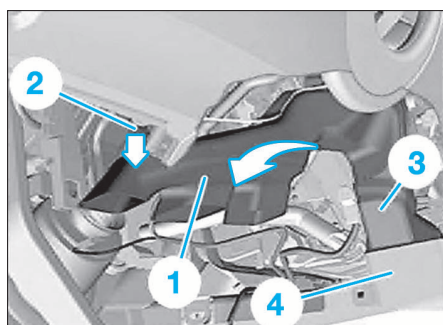

FIG. 9
- Extraire le canal de chauffage de l'espace pour les jambes côté droit (1) avec la pièce intermédiaire (3) au niveau de l'appareil de chauffage/climatisation et le retirer dans le sens de la flèche du canal de chauffage de l'espace arrière droit (4).
- Extraire le canal de chauffage de l'espace pour les jambes côté gauche (1) dans la zone (2) dans le sens de la flèche (Fig.9).